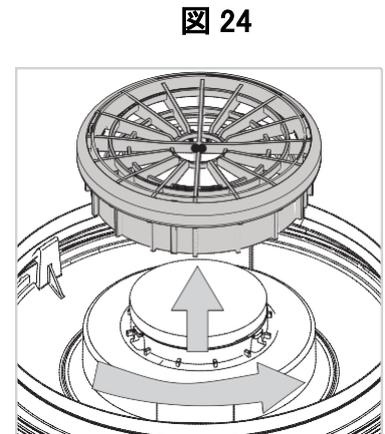

図 24
3. HEPA フィルターを反時計回りに回して取り外します。(図 24)